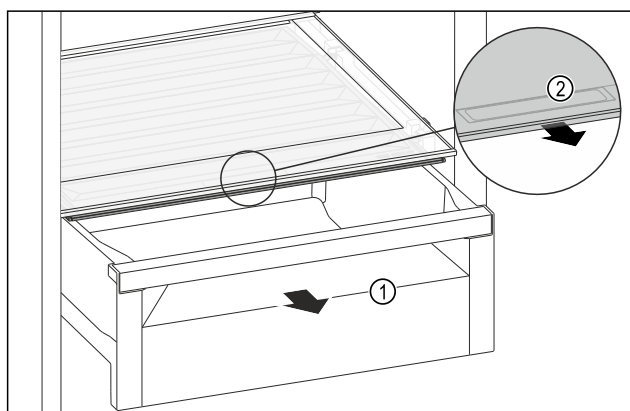

Fig. 125
- Schubfach Fig. 125 (1) herausziehen.
- Griffmulde Fig. 125 (2) am Fachdeckel anfassen und Fachdeckel gleichzeitig nach vorne ziehen.